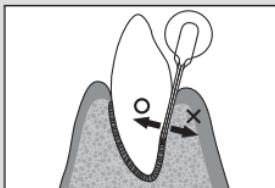

Abb. 4
Wichtig: Da eine Knochenresorption labial leicht entsteht, muss die Spitze des Aufsatzes vorsichtig bewegt werden, um den Alveolarknochen (Abb. 4) nicht zu beschädigen. Vorsicht ist auch vor Berührungen mit bestehenden Zähnen geboten.
- Um eine Beschädigung des Alveolarknorpels zu verhindern, bewegen Sie die Spitze so nah wie möglich entlang des Zahns (Abb. 4).